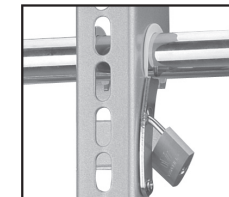

Fig. 7 - Puede utilizarse un candado pequeño para ayudar a evitar el robo de la pantalla (candado no incluido).
- Con la ayuda de otra persona, levante cuidadosamente la pantalla y colóquela en la placa de pared (Fig. 7). Para evitar daños a la pared, permita que las patas inclinadas entren en contacto con la pared de forma lenta. ¡No suelte la pantalla hasta que los brazos de montaje hayan enganchado completamente en los travesaños!
- Mueva la lengüeta de seguridad de cada brazo a su posición para evitar que la pantalla se separe accidentalmente del montaje. Puede insertarse un candado en una de las lengüetas para ayudar a evitar el robo de la pantalla (Fig. 7).